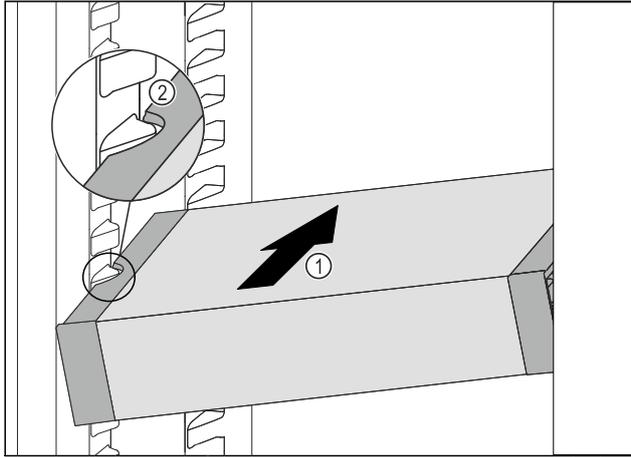

Fig. 119
- ▶ Introduzca el VarioSafe en posición oblicua en el compartimiento del frigorífico Fig. 119 (1) hasta que los huecos laterales Fig. 119 (2) del VarioSafe se encuentren a la altura de la nervadura del recipiente en el compartimento frigorífico.